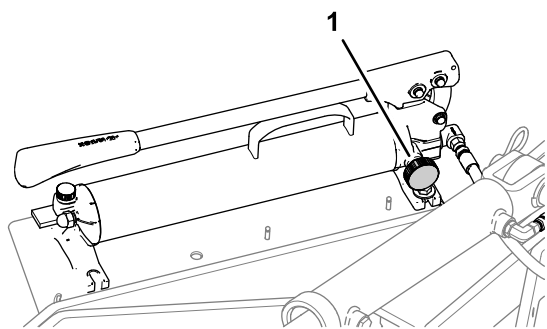

Figura 21
1. Cierre la válvula de la base de la bomba hidráulica manual (Figura 21) y accione la palanca de la bomba hasta que el pasador de bloqueo gire en el soporte de la barra de sujeción.
6. Cierre la válvula de la bomba hidráulica manual (Figura 21) y accione la palanca de la bomba para elevar el aireador a la posición de transporte.